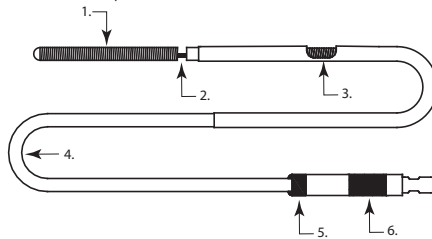

Рисунок 1
2. Медленно выдвиньте отсоединяемую спираль Axiom™ Prime из гильзы интродьюсера в ладонь своей руки в перчатке и осмотрите спираль и зону отсоединения на наличие неровностей. Визуальная проверка является обязательным условием ввиду потенциальных рисков, которые влекут за собой неровности. При наличии неровностей возьмите новую отсоединяемую спираль Axiom™ Prime (см. рис. 1).